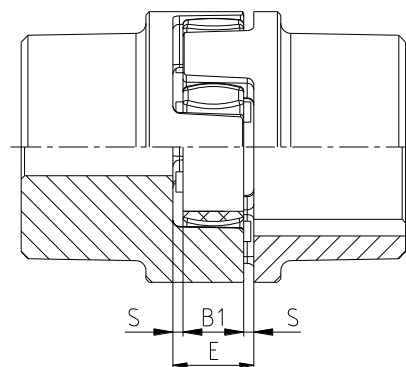

Bild 12: Kupplungseinbau
- Verschieben Sie die Aggregate in axialer Richtung, bis das E-Maß erreicht ist (siehe Bild 12).
- Richten Sie den Zahnkranz mittig zwischen den Naben aus und überprüfen Sie das E- und S-Maß (siehe Bild 12 und Kapitel 1).